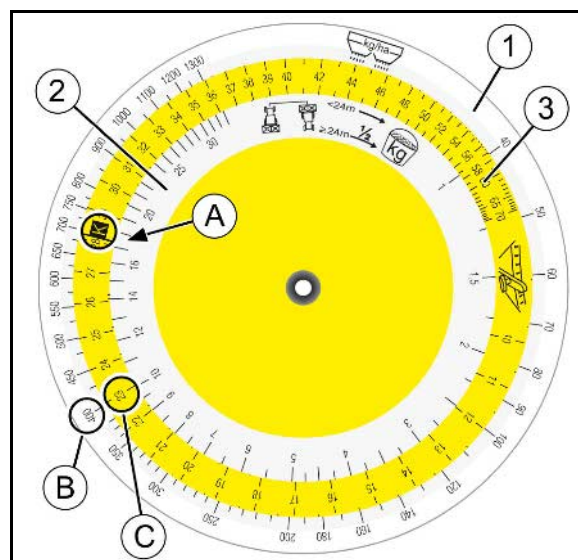

Рис. 63
7. Візьміть в руки логарифмічний диск пристрою для визначення норми розкидання. За шкалою (Рис. 63/2) для зібраної кількості [кг] знайдіть числове значення **17,5 (A)** і встановіть напроти положення «К» кольорової шкали (Рис. 63/3).
8. Знайдіть бажану норму внесення добрива (400 кг/га) (C) на шкалі норми внесення (Рис. 63/1) та зніміть показання необхідного положення заслінки (позиція) **23 (C)**.